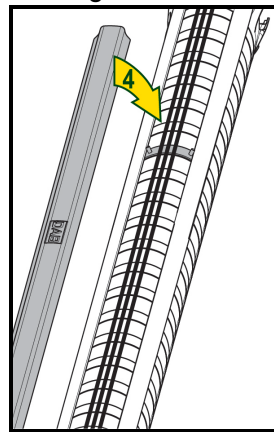

Fig.2
2. Appoggiare i cavi del motore (Fig2).
3. Adagiare la canalina sopra i cavi (Fig2).